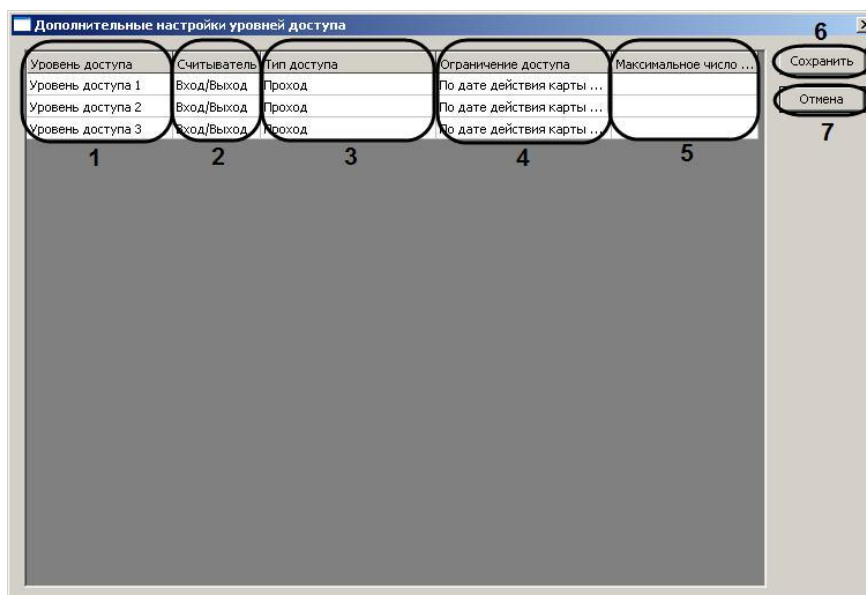

Рис. 3.3—35 Дополнительные настройки уровней доступа
2. В результате выполнения данной операции откроется окно **Дополнительные настройки уровней доступа** (Рис. 3.3—35).
3. В столбце **Уровень доступа** отображаются названия тех зарегистрированных в ПК ACFA *Intellect* уровней доступа, которые были записаны в соответствующий контроллер L4D/L5D(см. Рис. 3.3—35, 1).
4. Из раскрывающегося списка **Считыватель** (см. Рис. 3.3—35, 2) выбрать режим работы считывателя на данном уровне доступа:
5. Из раскрывающегося списка **Тип доступа** выбрать тип доступа (см. Рис. 3.3—35, 3), который требуется использовать на данном уровне доступа: